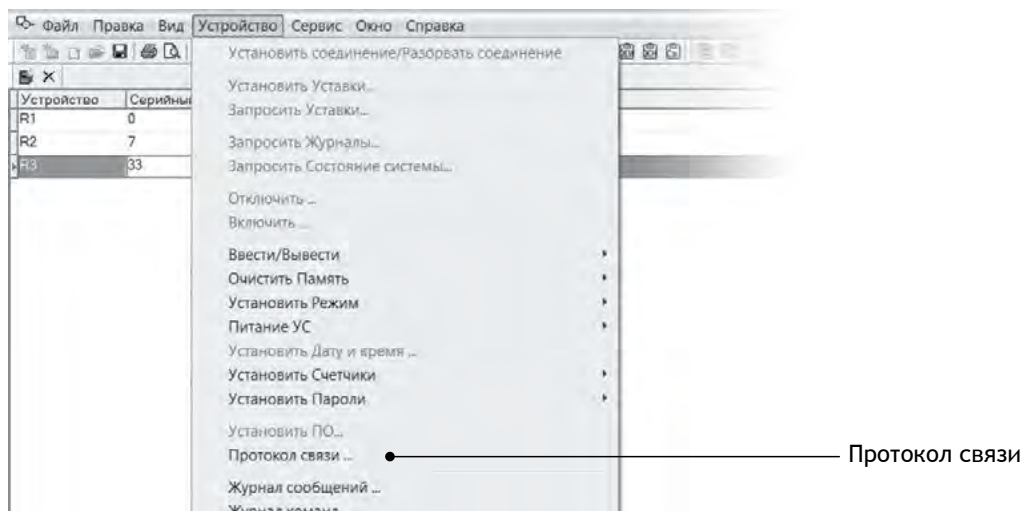

Рис. 4.38. Открытие протокола связи
- 1 . Выполнить команду «Устройство/Протокол связи» (см . рис. 4.38) .